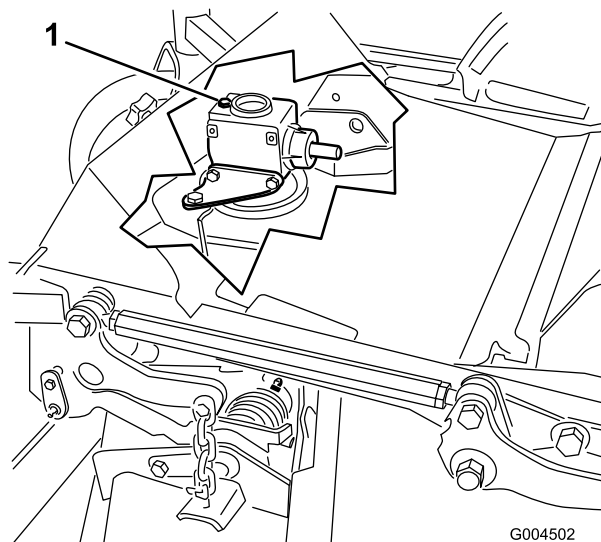

Figura 38
6. Togliete il tappo di riempimento/asta di livello da sopra gli ingranaggi (Figura 38) e verificate che il lubrificante si trovi tra i segni riportati sull'asta.
6. Togliete l'asta di livello/tappo di riempimento da sopra gli ingranaggi (Figura 38).